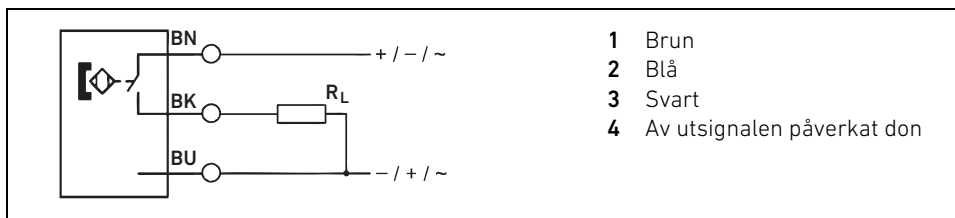

Fig. 8: Inkoppling av sensor
5. Koppla in sensorerna enligt Fig. 8.
3. Placera sensorn i sensorhållaren och koppla in den enligt Fig. 8 på sid 160.
4. Justera sensorns position vid behov genom att lossa sensorhållarens fästskruv (2). Dra åt skruven med hållaren i önskat läge.